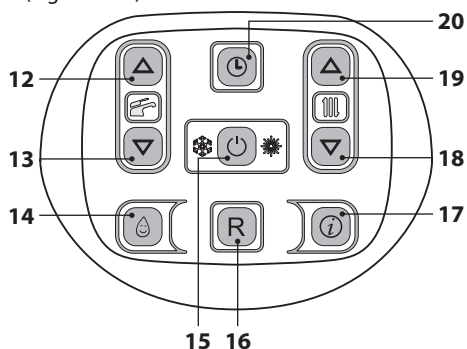
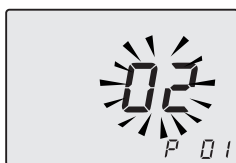

Figura 5.52
Figura 5.53
- Entre en la "modalidad de programación" pulsando simultáneamente durante 10 segundos los botones 15 - 18 - 19 (Figura 5.52) hasta que aparezcan en el display LCD las letras **P01**, que indican que se ha entrado en el "parámetro 01" (Figura 5.53).
- Pulsando el botón 15 (Figura 5.52) se confirma el valor introducido.